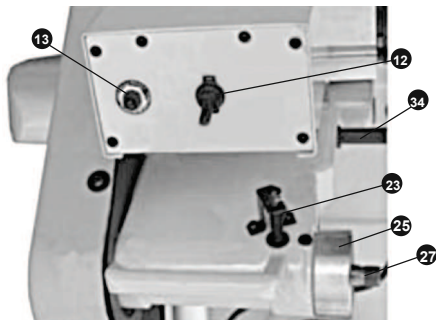

рис. 2
7.2 На консоли 24 (рис. 1) установить и закрепить винтом 22 (рис. 1) двигатель 34 (рис. 2).
7.3 На посадочное место (шпилька) двигателя 34 (рис. 2) установить и винтом крепления 16 (рис. 1) закрепить защитный кожух 11 (рис. 1).
7.4 На посадочное место 25 (рис. 2) установить, с учётом направления вращения, диск отрезной 19 (рис. 1). Удерживая толкатель фиксатора диска 23 (рис. 1) в нажатом положении, заблокировав шпиндель 27 (рис. 1), закрепить диск отрезной при помощи фланца рис. 26 (рис. 1) и гайки 28 (рис. 1), используя гаечный ключ.